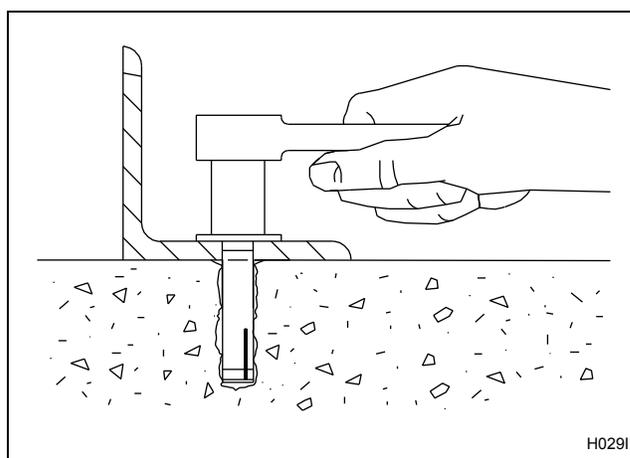

Figura 9
10. Asegure la máquina al piso con los pernos suministrados con los anclajes. Apriete las tuercas de traba a incrementos iguales, una tras otra, hasta que todas estén apretadas por igual y la máquina esté bien sujeta al suelo. Consulte la *Figura 9*.